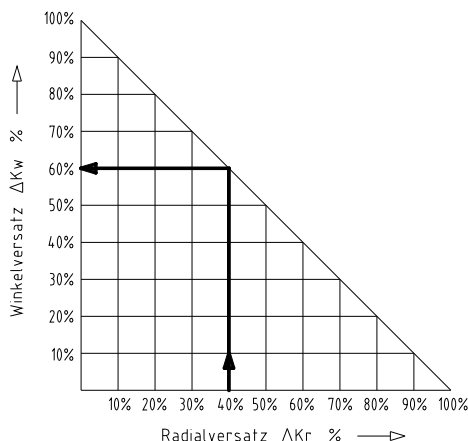

Bild 8: Verlagerungskombinationen
- Die in Tabelle 3 angegebenen Verlagerungswerte sind Maximalwerte, die nicht gleichzeitig auftreten dürfen. Bei gleichzeitigem auftreten von Radial- und Winkelversatz dürfen die zulässigen Verlagerungswerte nur anteilig genutzt werden (siehe Bild 8).